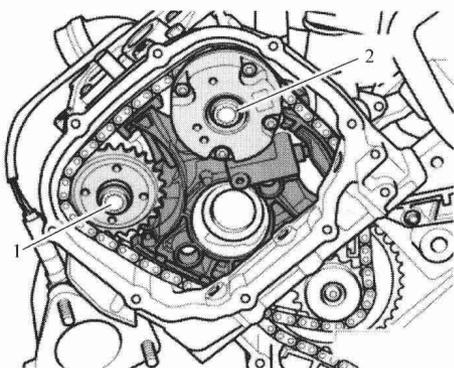

图 1-1-16
(8) 固定住相关凸轮轴调节器，然后松开调节器安装螺栓。
(9) 固定住相关凸轮轴链轮，然后松开凸轮轴链轮安装螺栓。
(10) 用记号笔标记凸轮轴调节器和凸轮轴链轮的安装位置，以便重新安装。
(11) 如图 1-1-16 所示，拧出左侧（及右侧）气缸盖上的螺栓 1 和 2，取下凸轮轴调节器和凸轮轴链轮。